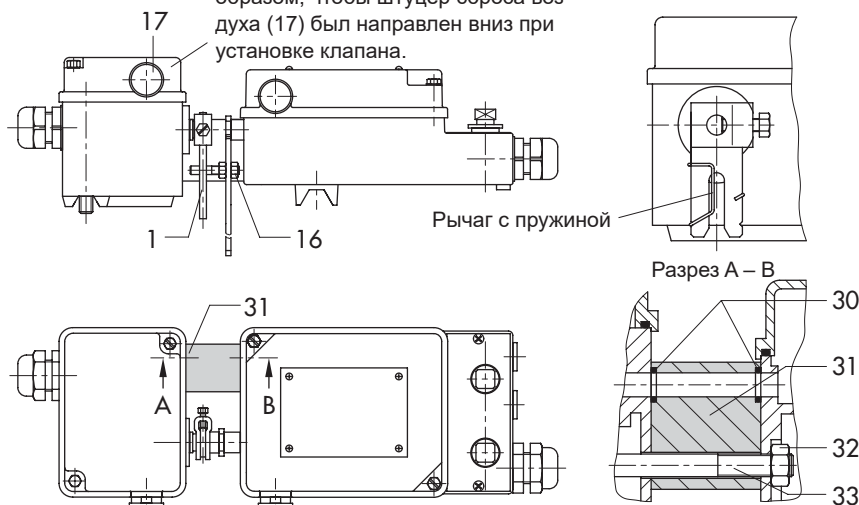

Рис. 5-3: Монтаж с промежуточной вставкой, например, на позиционере Тип 4765 или Тип 4763
- Выровняйте таким образом, чтобы рычаг (15), удлинитель рычага (18) и прорезное отверстие зажима следящего механизма (11) находились на одной линии.
Для крепления конечного выключателя к позиционерам Тип 4763 и Тип 4765 в качестве принадлежностей требуются короткий рычаг (1) и промежуточная вставка (31) (номер заказа 1400-6710) согл. Рис. 5-3:
1. Вставьте уплотнительное кольцо (30) в промежуточную вставку (31) слева и справа.
2. Вставьте оба цилиндрических винта (33) через передатчик сигнала и промежуточную вставку и установите их на позиционер.
3. Поместите гайки (32) в корпус позиционера и затяните цилиндрические винты (33).